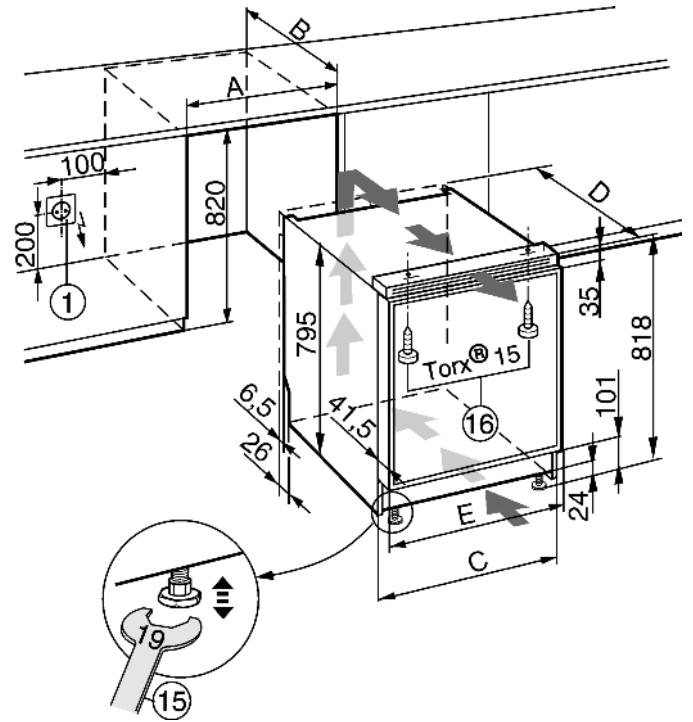

Fig. 12
- Die Steckdose Fig. 12 (1) muss neben dem Gerät liegen und leicht zugänglich sein.
- Gerät über die Stellfüße mit Hilfe des beiliegenden Gabelschlüssels Fig. 12 (15) ausrichten.
- Gerät mit beiliegenden Schrauben Fig. 12 (16) oben an der Arbeitsplatte bzw. am Küchenmöbel befestigen.